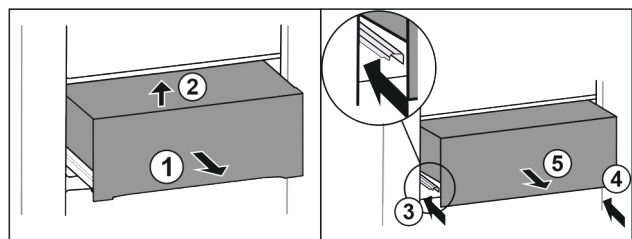

Fig. 27\*
- ▶ Zásuvku napůl vytáhněte Fig. 27 (1).\*
- ▶ Vpředu nadzvedněte Fig. 27 (2).\*
- ▶ Zasuňte levou kolejničku Fig. 27 (3).\*
- ▶ Zasuňte pravou kolejničku Fig. 27 (4).\*
- ▶ Zásuvku odeberte směrem dopředu Fig. 27 (5).\*